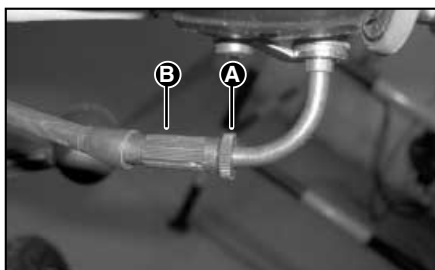

Fig. 1
3. Contrôlez le trajet à vide de la commande qui doit être de 4 mm approximativement. Si c'est nécessaire, procédez à son réglage: dévissez le contre-écrou "A" (Fig. 1) et intervenez sur le réglage "B". Après avoir réalisé le réglage, serrez le contre-écrou "A".
3. Controllare il percorso a vuoto del comando che deve essere approssimativamente di 4 mm. Se fosse necessario, procedere alla sua regolazione: allentare il controdato "A" (Fig. 1) ed intervenire nella regolazione "B". Dopo aver realizzato la regolazione, stringere il controdato "A".